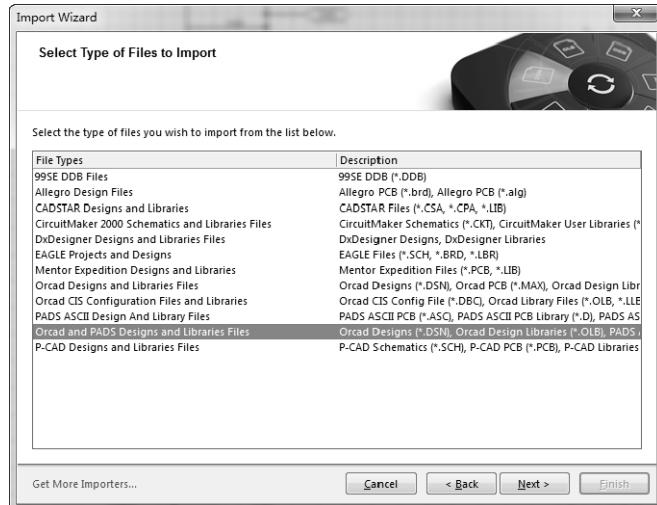

图 12-62 原理图导入向导
(2) 与 PADS 原理图转换步骤一样，打开 Altium Designer，执行菜单命令“文件-导入向导”，打开原理图导入向导，选择“Orcad and PADS Designs and Libraries Files”导入选项，如图 12-62 所示。然后单击“Next”按钮，选择之前另存的 16.2 版本的 OrCAD 原理图，根据向导进行转换。